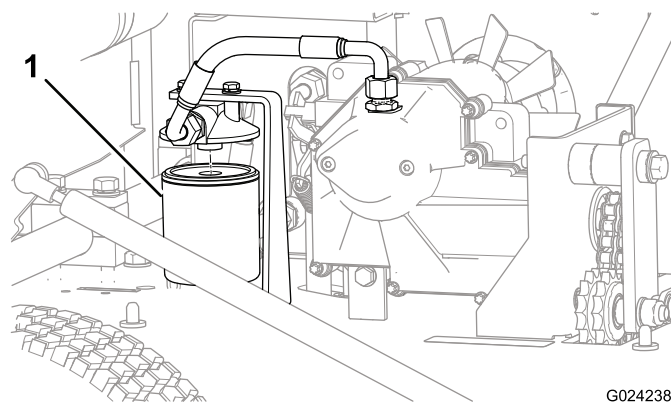

Figura 35
5. Coloque um recipiente de escoamento debaixo do filtro e retire o filtro (Figura 35).